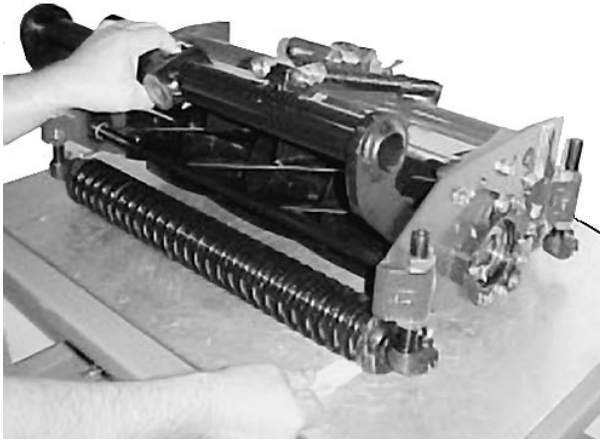

Bild 12
4. Kontrollieren Sie mit einem Stück Zeitungspapier oder visuell, ob irgendwelche Lücken zwischen den Enden der vorderen Walze und der flachen Oberfläche bestehen (Bild 12). Stellen Sie bei Bedarf die vordere Schnitthöhenstange so ein, dass beide Enden der Walze mit der ebenen Oberfläche in Berührung kommen.